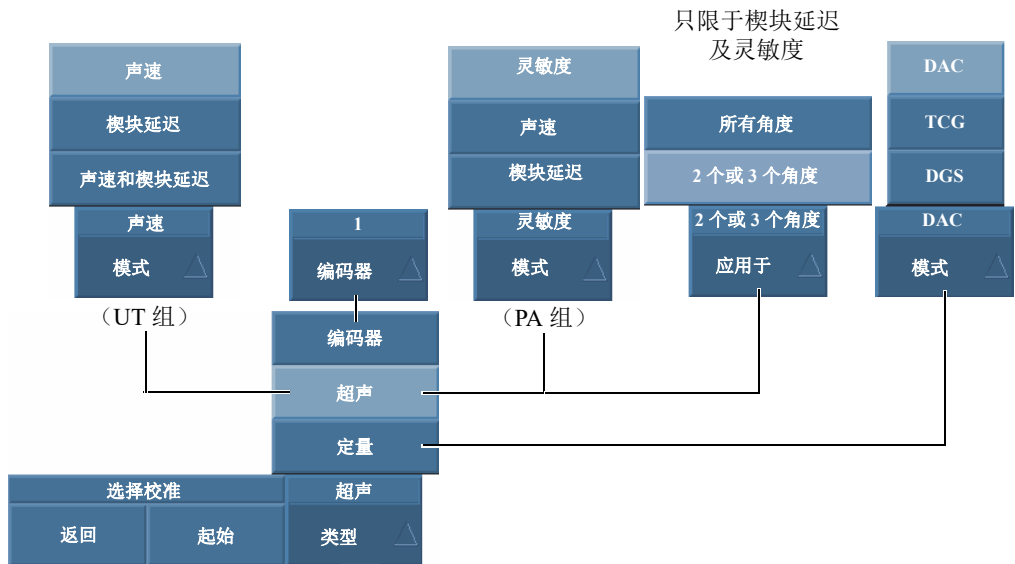
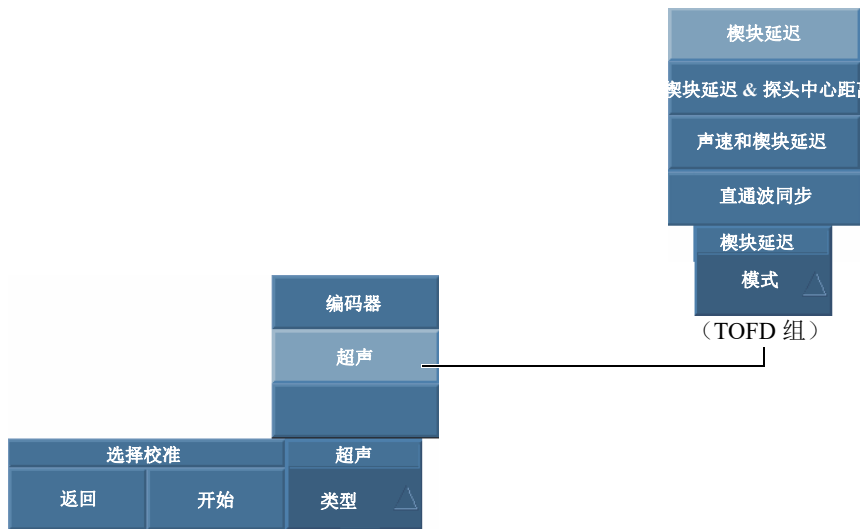

图 5-1 在选择校准步骤中选择要校准的参数
图 5-2 选择要校准的参数 — TOFD 组
2. 在**类型**列表中，选择需要校准的类型（参见第 114 页的图 5-1 和第 114 页的图 5-2）。
3. 根据在前一个步骤中的选择（参见第 114 页的图 5-1），在**编码器**或**模式**列表中选择想要校准的项目。